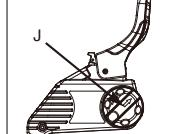
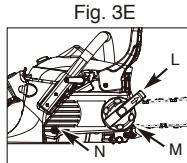

Fig. 3F
Fig. 3G
10. Vrid knappen (J) MOTURS tills MEDBRINGARTAPPEN (K) till slutet av sin bana. (Fig. 3F)
12. Låst skruven (N) hårt och följ steg 13 för att justera kedjespänningen.
13. Vrid spänningsringen hårt medurs (M), dra kontrollknappen i pilens riktning (L) för att vrida den hårt medurs och skjut sedan tillbaka kontrollknappen. (Fig. 3G)